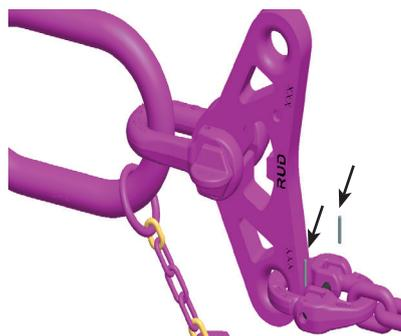

Fig. 10: Sécuriser l'axe de liaison au moyen d'une goupille de sécurité
- Sécurisez l'axe de liaison monté comme suit (Fig. 10) :